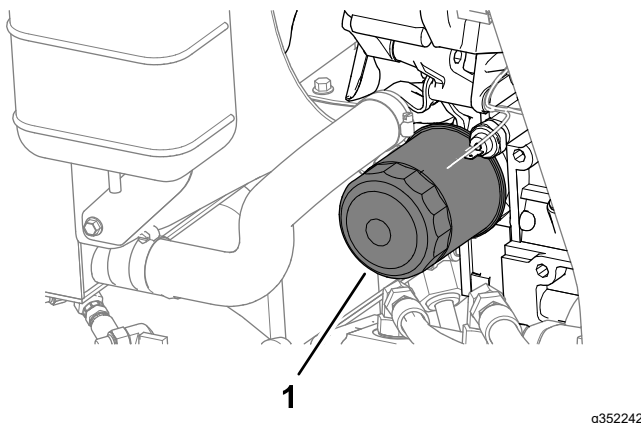

Figura 71
4. Retire o filtro de óleo (Figura 71).